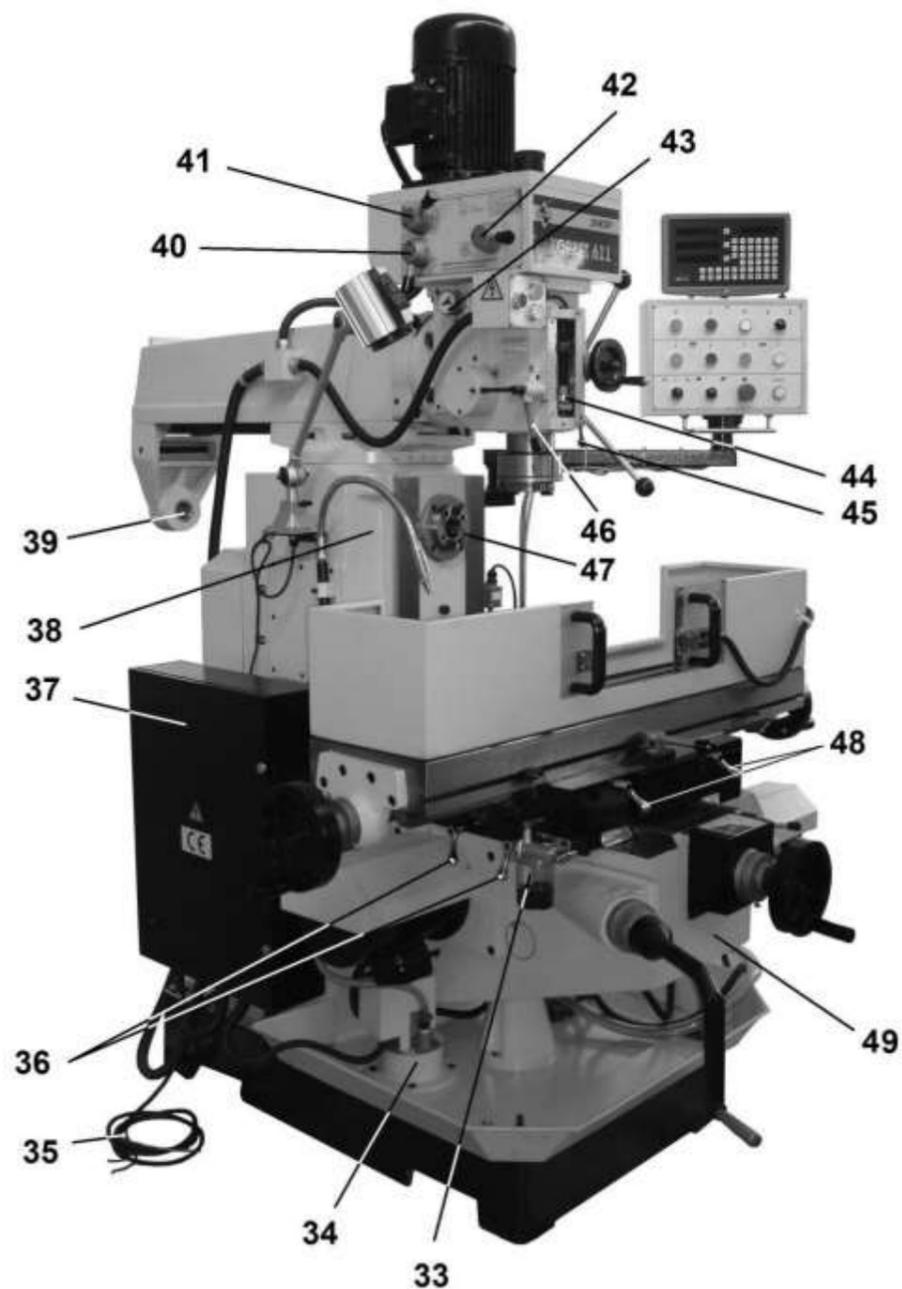

Рис. 4
9.1.1. Ослабьте зажимные винты (48) (Рис. 4) на малом конце консоли (49).
9.1.3. Закрепите зажимные винты (48) на малом конце консоли (49) (Рис. 4).